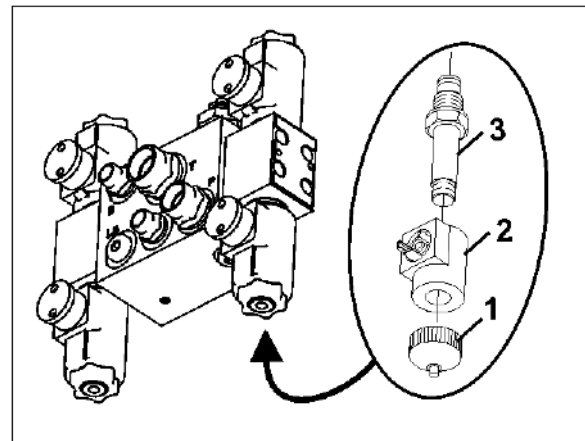

Fig. 146
1. Magnetkappe (Fig. 146/1) abschrauben.
2. Magnetspule (Fig. 146/2) abnehmen.
3. Ventilstange (Fig. 146/3) mit Ventilsitzen herausdrehen und mit Druckluft oder Hydrauliköl säubern.